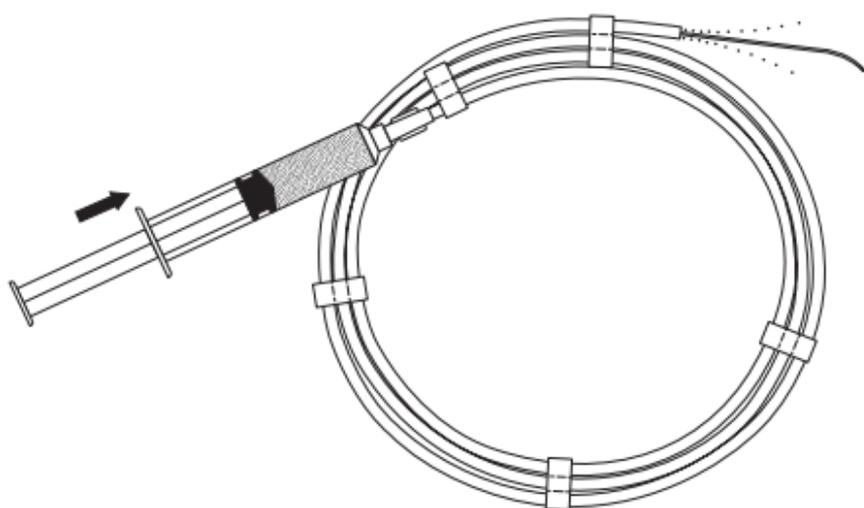

Fig. 1
2. Injicera tillräckligt med lösning för att helt fukta ledarens yta. (**Fig. 1**) Detta kommer att aktivera AQ-beläggningen, vilket gör ledarytan mycket glatt.